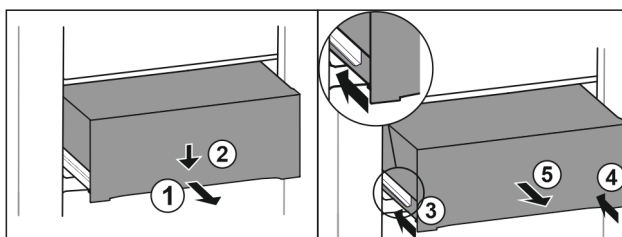

Fig. 114
- ▶ Schubfach halb herausziehen. Fig. 114 (1)
- ▶ Schubfach an der Vorderseite nach unten drücken. Fig. 114 (2)
- ▶ Linke Schiene etwa 2 cm einschieben. Fig. 114 (3)
- ▶ Rechte Schiene etwa 2 cm einschieben. Fig. 114 (4)
- ▶ Schubfach nach vorne entnehmen. Fig. 114 (5)